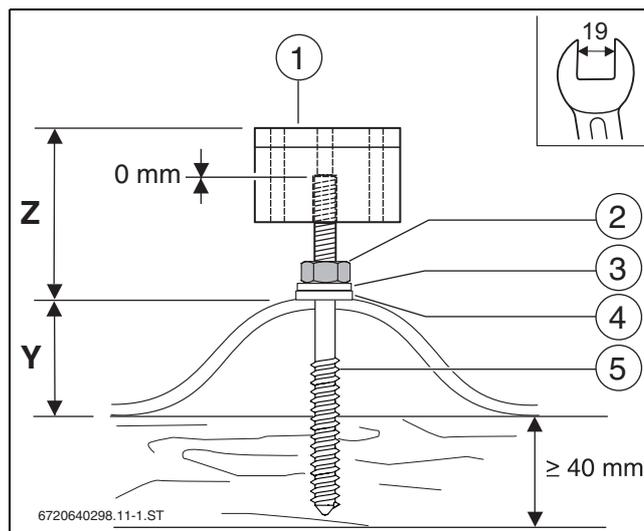

Fig. 29 Parafuso de aperto montado com bloco de apoio
- ▶ Apertar o parafusos pré-montado com uma chave de parafuso SW19, até que a medida Z (→ tab. 13) seja alcançada (→ fig. 29).
- ▶ Apertar a porca (→ fig. 29 [2]) até que a anilha de vedação fique totalmente assente sobre a chapa ondulada.